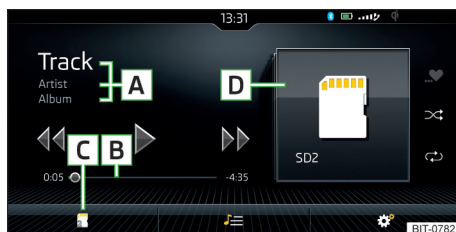
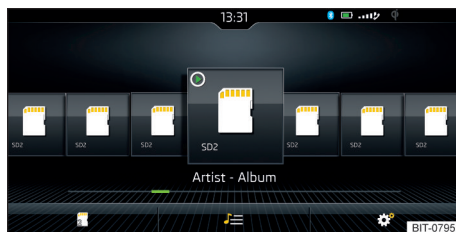

Fig. 196
Fig. 197
Menú princ. » fig. 196
Por el toque del dedo en el área **D** » fig. 196 se muestra una visión general de álbumes » fig. 197. Puede realizarse el movimiento dentro de la visión general de álbumes moviendo un dedo sobre la pantalla hacia la derecha/izquierda. Después de 10 seg. desde la última pulsación se muestra el menú principal.
- En el menú principal Media pulsar la superficie funcional **C** » fig. 196 de la pág. 166 y seleccionar la fuente de audio deseada.
Reproducción del título actual desde su inicio	Pulsar ◀ después de 3 seg. desde el inicio de la reproducción del título Movimiento de los dedos hacia la derecha en el área de la pantalla A » fig. 196 de la pág. 166 después de 3 seg. a partir del inicio de la reproducción del título
Movimiento de los dedos hacia la derecha en el área de la pantalla A » fig. 196 de la pág. 166 dentro de los 3 seg. posteriores al inicio de la reproducción del título
Movimiento de los dedos hacia la izquierda en el área de la pantalla A » fig. 196 de la pág. 166
El movimiento dentro del título es posible tocando el dedo del eje del tiempo **B** » fig. 196 de la pág. 166.